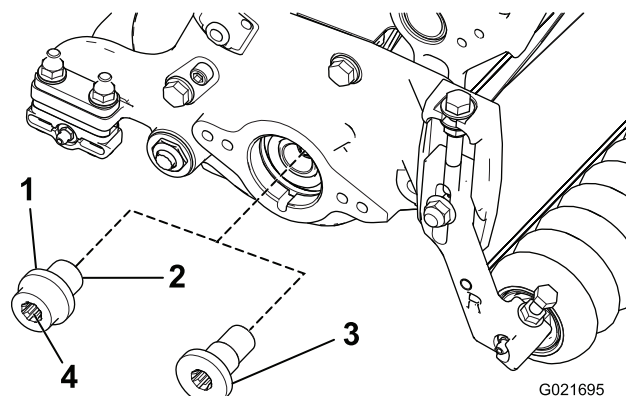

Figura 8
15. Utilizzando l'utensile per l'albero di trasmissione del cilindro, togliete l'inserto scanalato dal lato motore del cilindro dell'albero del cilindro (Figura 8).
16. Installate il nuovo inserto di azionamento scanalato (lungo) sull'albero del cilindro (Figura 8). Applicare Loctite 242 blu ai filetti dell'inserto prima dell'installazione. Serrate a 115-128 Nm.
17. Riempite l'estremità dell'inserto con un grasso universale (Figura 8).
19. Installate il nuovo inserto di azionamento scanalato (lungo) sull'albero del cilindro (Figura 8). Applicare